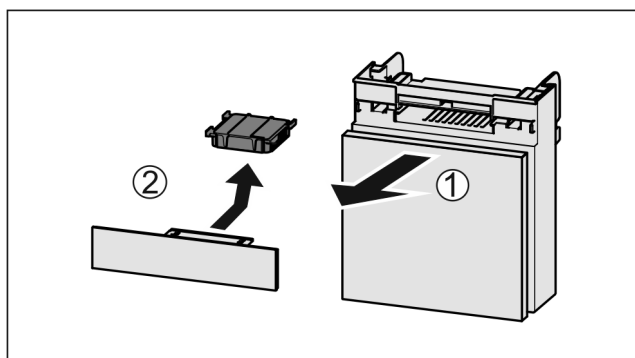

Fig. 177
- Vytiahnite zásuvku smerom dopredu Fig. 177 (1).
- Vyberte aktívny uhlíkový filter Fig. 177 (2).